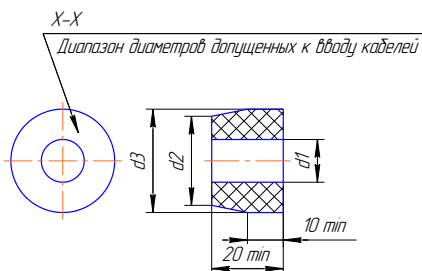

Рисунок 4. Чертеж средств взрывозащиты (продолжение). Кабельный ввод.
- кабельные вводы (см. рисунок 4) выполнены в соответствии с требованиями ГОСТ 31610.0, ГОСТ IEC 60079-1. Клапан должен применяться с кабельными вводами завода изготовителя или с другими кабельными вводами, которые обеспечивают защиту вида взрывонепроницаемая оболочка "d" уровень взрывозащиты 1, подгруппу IIC и степень защиты оболочки не ниже IP66. Кабельные вводы должны иметь температурный диапазон от минус 50 до плюс 60 °С для обычного исполнения привода и от минус 60 до плюс 60°С для привода исполнения ХЛ;